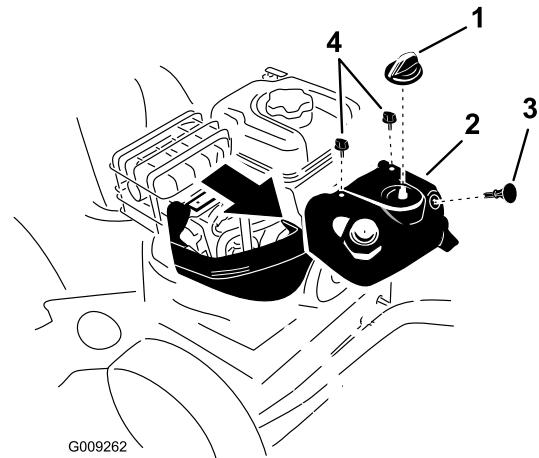

Figure 55
Remarque: Vous devez retirer le capot anti-neige supérieur pour accéder à la bougie d'allumage (Figure 55).
1. Enlevez la commande de starter et la clé de contact (Figure 55).
2. Enlevez les 2 vis qui fixent le capot anti-neige à la souffleuse à neige (Figure 55).